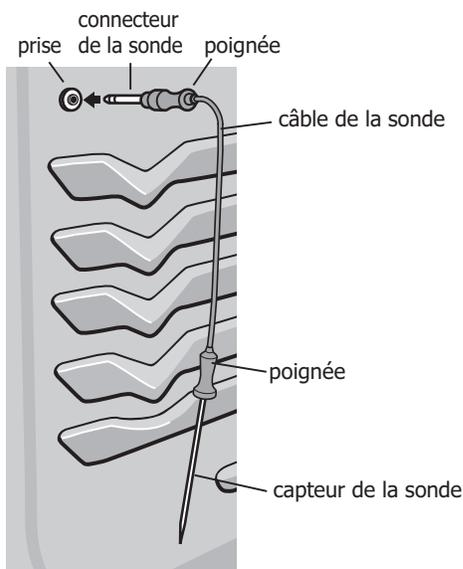

Figure 9 : Utilisation de la sonde
N'utilisez pas d'ustensiles de cuisine pour tirer sur le câble ou les poignées de la sonde. En tout temps, insérez et retirez la sonde à l'aide de ses poignées (voir Figure 9) et utilisez toujours des maniques pour vous protéger les mains contre les brûlures.
2. Branchez le connecteur de la sonde dans la prise située à l'intérieur du four (assurez-vous que le four est froid). La prise de la sonde est située dans le coin supérieur gauche de la paroi interne de la cavité du four (voir Figure 9).